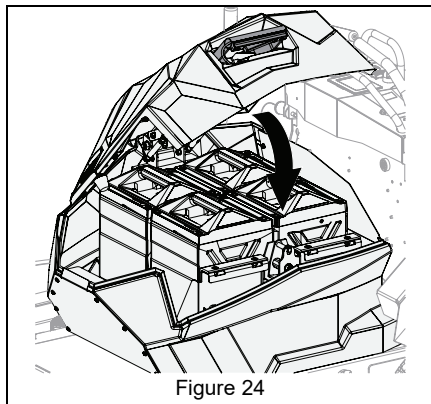

Figure 24
7. S'assurer que l'ensemble de capot est fermé et que la poignée est bien verrouillée. Voir Figure 24.